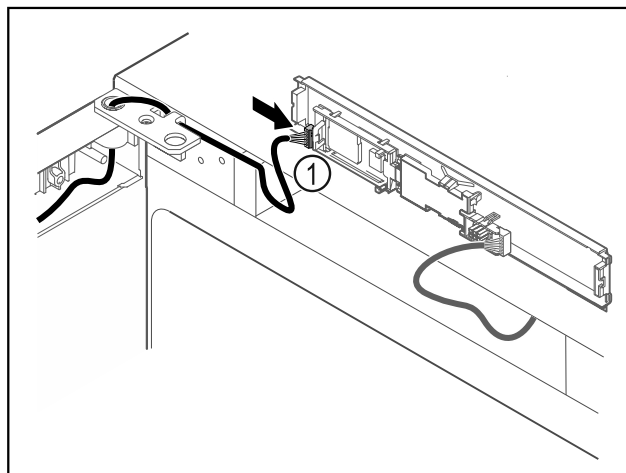

Fig. 57
- Collegare il connettore Fig. 57 (1) sulla scheda.